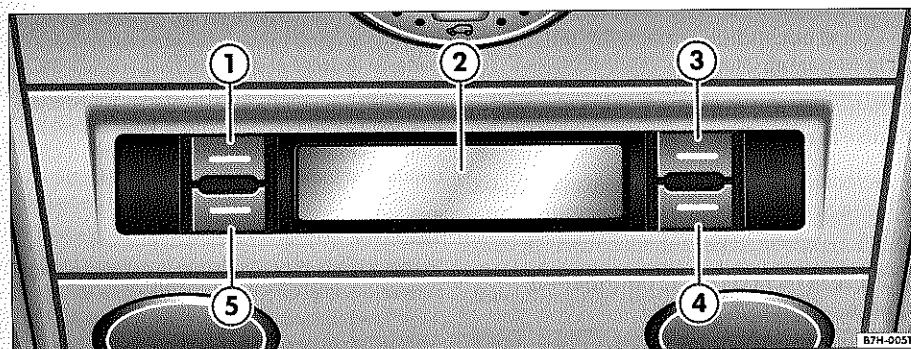

Fig. 16 Calefacción independiente: mandos delanteros en el techo del vehículo
- Con el encendido conectado, pulse la tecla ⇒ página 26, fig. 16 ⑤.
- Seleccione el símbolo ④ con la tecla ③ y pulse la tecla ⑤.
– Seleccione un nivel de memoria con las teclas ③ y ④. Dependiendo del nivel de memoria seleccionado, en la pantalla aparece Timer 1, Timer 2, ..., Timer 5, No Timer.
– Pulse la tecla ④ para programar la hora de conexión en uno de los niveles de memoria (por ejemplo, Timer 1)
– Seleccione el día de la semana con la tecla ③ y ajústelo con la tecla ④.
– Seleccione la hora con la tecla ③ y ajústela con la tecla ④.
– Seleccione los minutos con la tecla ③ y ajústelos con la tecla ④.
– Pulse la tecla ⑤ para guardar los ajustes y para que la calefacción independiente se conecte en el momento programado o pulse la tecla ④ para guardar los ajustes pero sin que la calefacción se active.
- Una hora de conexión activada por medio del reloj programador sólo se puede desactivar pulsando una vez la tecla ⇒ página 26, fig. 16 ④ o por medio del mando a distancia¹¹⁾.